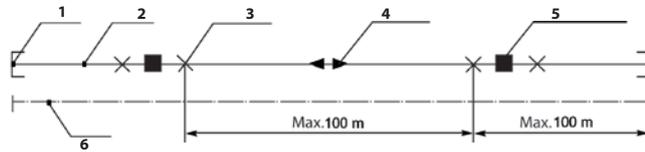

Fig.2
2. In case the conductor rail passes from the inside to the outside. Thus, icing of the outer part is prevented, since warm air finds an outlet and no condensation forms on the rails (see Figure 2). Alternative solution: Anti-condensation section (see page 11)
2. В случае, когда шинопровод переходит изнутри наружу. Таким образом, предотвращается обледенение внешней части, поскольку теплый воздух находит выход и на рельсах не образовывается конденсат (сравн. рис. 2). Альтернативное решение: Антиконденсатный участок